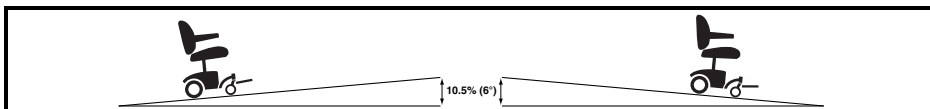

Figure 1. Montée/descente maximale
**MISE EN GARDE!** Même si votre fauteuil motorisé possède la puissance motrice pour gravir des pentes plus abruptes que celles illustrées à la figure 1, ne tentez jamais sous aucune considération, de gravir une pente plus abrupte que celle présentée dans ce manuel sous peine de rendre votre fauteuil motorisé instable.
Pride recommande de ne pas dépasser cette inclinaison de 10.5% (6°) afin de gravir ou descendre les pentes en toute sécurité. **Voir la figure 1.**